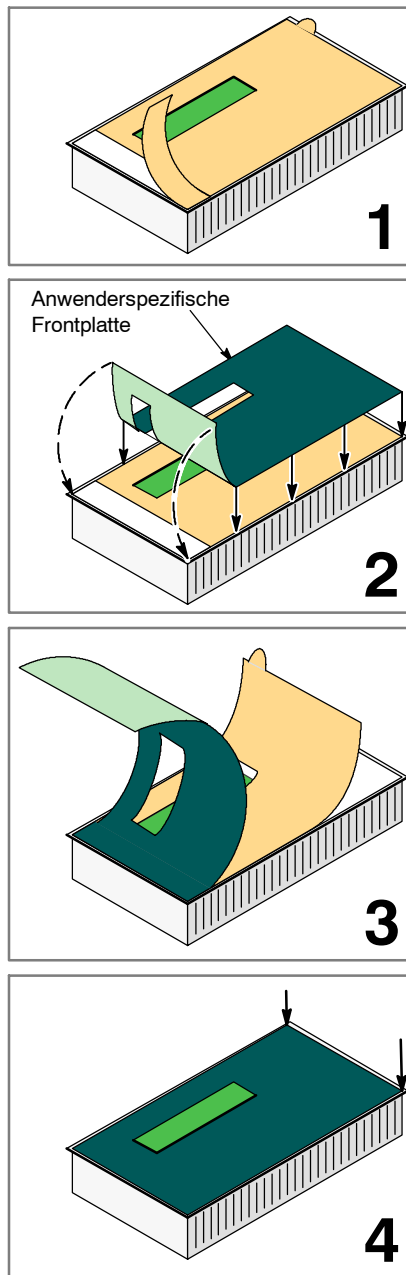

Bild 3-21 Anbringen der Frontplatte auf dem TD 200C
1. Ziehen Sie den Streifen der Schutzfolie an der linken Seite des TD 200C ab. Die Klebefläche wird sichtbar (siehe Bild 3-21).